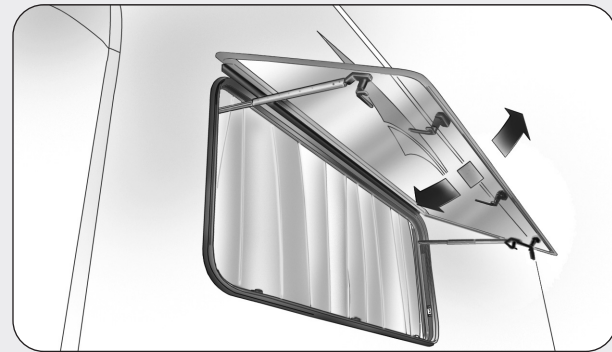

fig. 2
- ❑ Les fenêtr à pantographe peuvent être ouvertes partiellement **fig. 2**. En fonction des modèles, elles sont maintenues en position par des bras télescopiques latéraux dotés d'un mécanisme à enclenchement automatique ou par des bras télescopiques avec bouton de blocage manuel. Les deux modèles sont dotés de leviers de blocage de la fermeture.